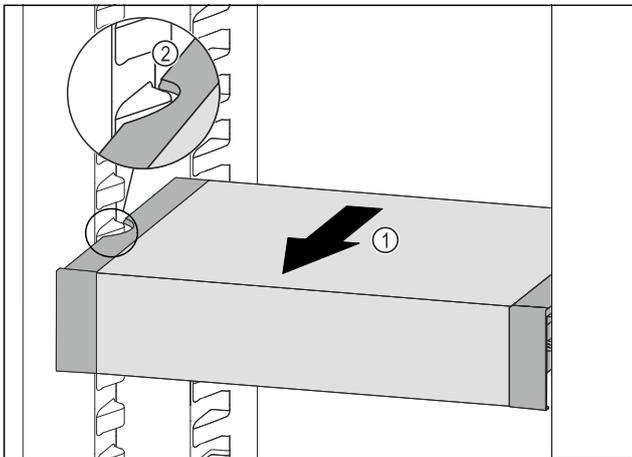

Fig. 128
- ▶ Tirer le VarioSafe vers l'avant Fig. 128 (1) jusqu'à ce que les encoches latérales du VarioSafe se trouvent au niveau de la nervure du bac dans la partie réfrigérateur. Fig. 128 (2)